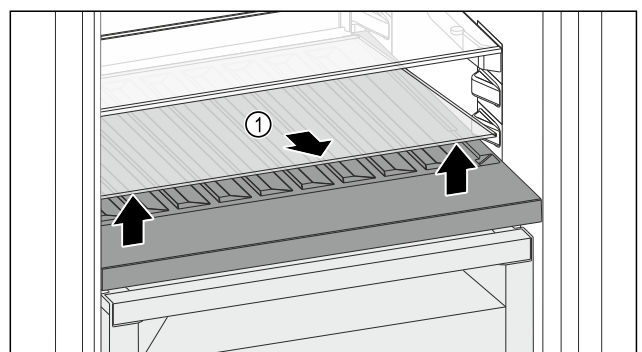

Fig. 120
- ▶ Приподнимите стеклянную пластину Fig. 120 (1) за выемку спереди и извлеките.
- ▶ Уложите стеклянную пластину Fig. 120 (1) на хранение вне устройства.